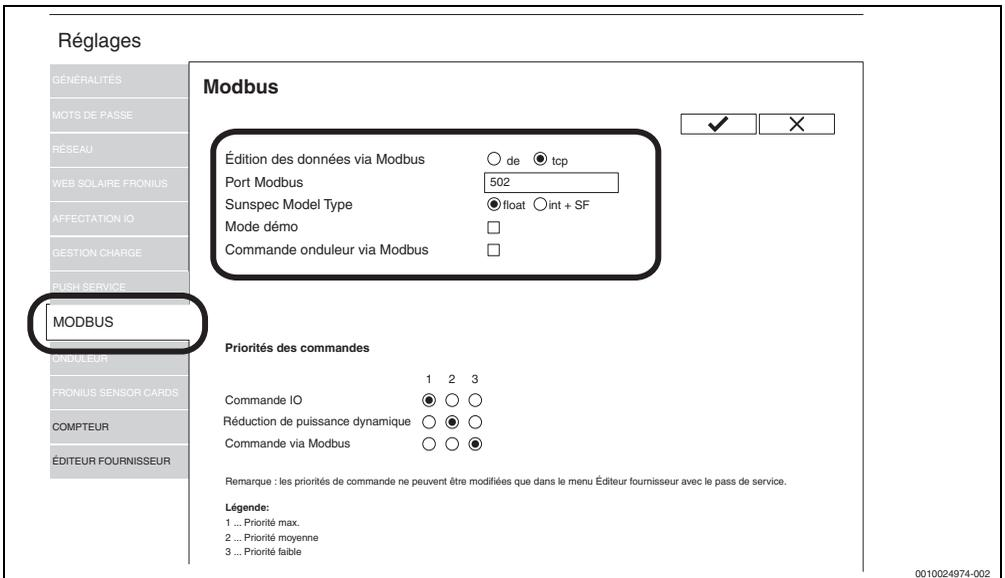

Fig. 14 Contrôler les réglages (pour l'onduleur Fronius Gen24 Plus, l'illustration peut varier dans l'UI web)
- ▶ Vérifier que l'aperçu du gestionnaire de données Fronius correspond à l'affichage de la figure 14 à la page 13.
9. Cliquer sur **Modbus** dans l'onglet de gauche (→ Figure 14).
10. S'assurer que les réglages suivants sont bien paramétrés dans l'espace **Modbus** (→ Figure 14) :